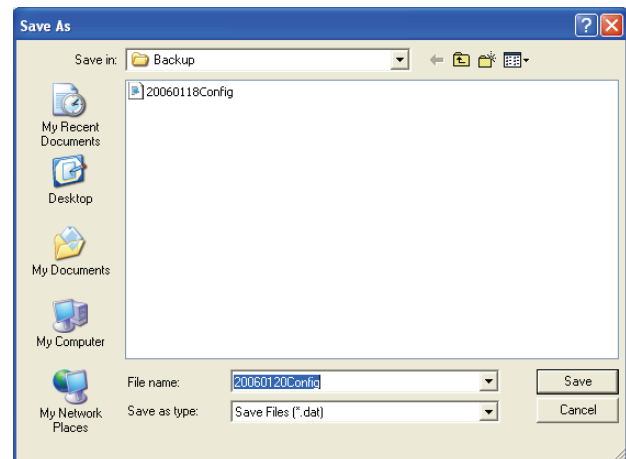

figura 8.23: Ventana "Save configuration file as"
- 1 Desde el menú principal, haga clic en el botón Save configuration file. Aparecerá la siguiente ventana (véase figura 8.23).
El nombre de archivo predeterminado se basa en el ajuste de fecha del reloj del ordenador (véase figura 8.23).